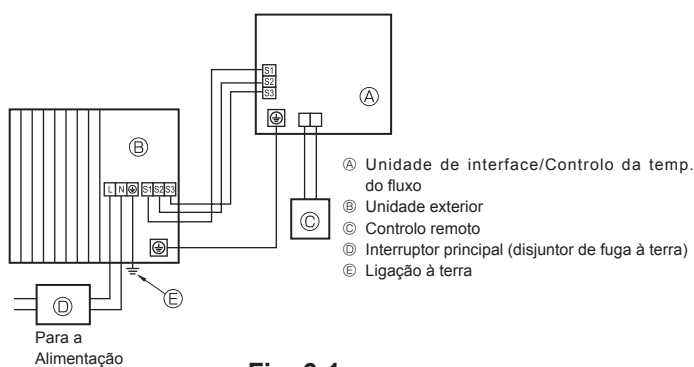
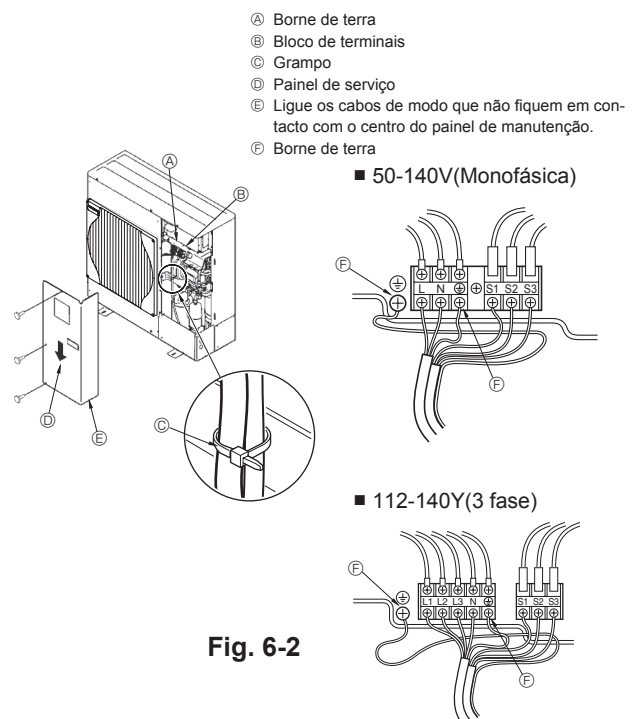

Fig. 6-1
Fig. 6-2
### 6.1. Unidade exterior (Fig. 6-1, Fig. 6-2)
- Ligue os cabos consultando a Fig. 6-1 e a Fig. 6-2.